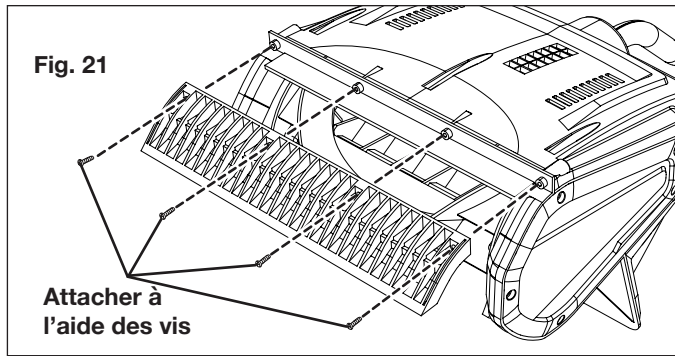

Fig. 21
3. Posez la nouvelle lame de raclage et attachez-la solidement au carter à l'aide des quatre (4) vis (Fig. 21).